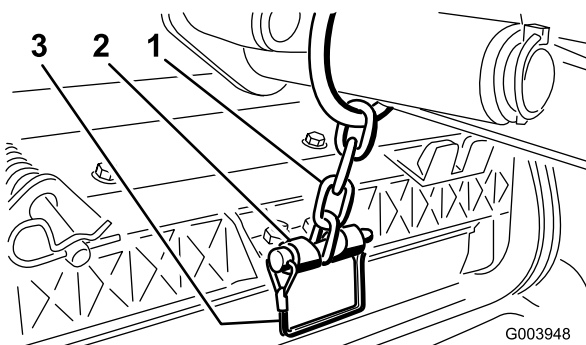

Figura 9
12. Sujete la cadena del brazo de elevación al soporte de la cadena con el pasador de seguridad (Figura 9). Utilice el número de eslabones indicado en el Manual del operador de la unidad de corte.